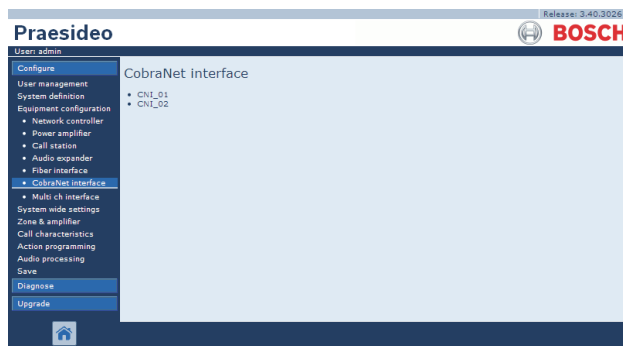

figura 44.38: Configurar uma interface CobraNet, passo 1
- 1 Vá para *Configure > Equipment configuration > CobraNet interface*. Aparece um ecrã semelhante ao da figura 44.38 na moldura principal da interface da Web.